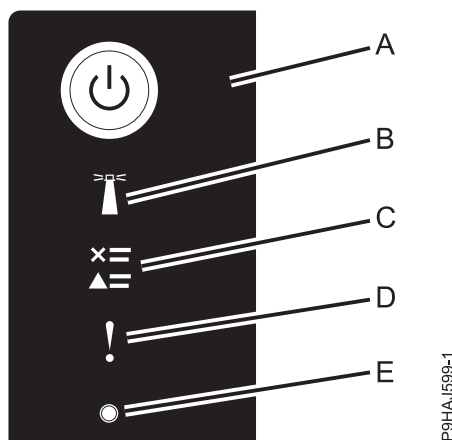

Abbildung 5. Anzeigen der Steuerkonsole
- Die Betriebsanzeige (A) (siehe folgende Abbildung) blinkt.
3. Drücken Sie den Netzschalter (A) auf der Steuerkonsole (siehe Abb. 5).